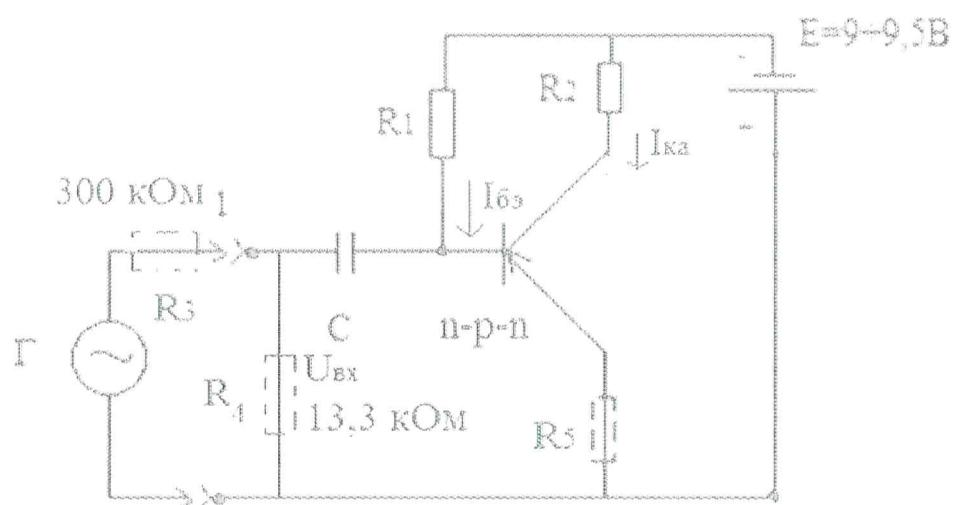

Рис. 4.3. Схема усилителя мощности с заземленным эмиттером, транзистор *n-p-n* - типа
2.5. установить резистор R_5 в схему (рис. 4.3), повторить в статическом режиме измерения:
2.7. Собрать схему, как показано на рис. 4.3, но без R_3 .